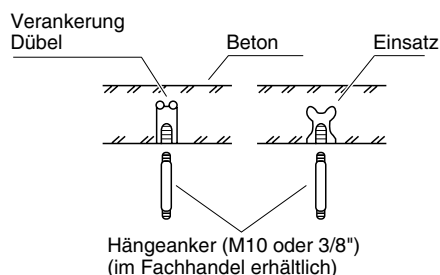

Abb. 3-77
- Hängeanker wie in der Abbildung gezeigt einsetzen (Abb. 3-77) oder